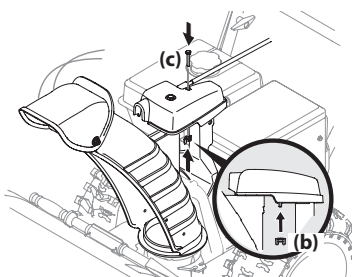

Figura 2-42
4. Termine de sujetar el cabezal de control del canal colocando el tornillo hexagonal (c) y la tuerca de mariposa (b) que extrajo en el Paso 1. Consulte Figura 2-42.